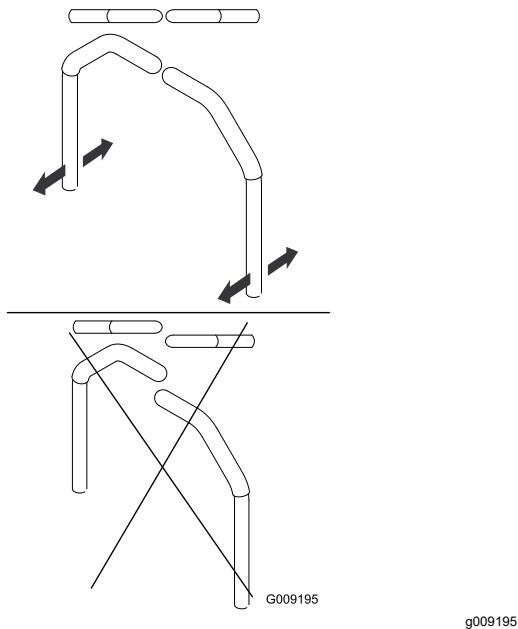

Figura 106
4. Alinee las palancas en el sentido adelante/atrás acercándolas a la posición de PUNTO MUERTO, y moviéndolas hasta que estén alineadas; luego apriete los pernos (Figura 106).